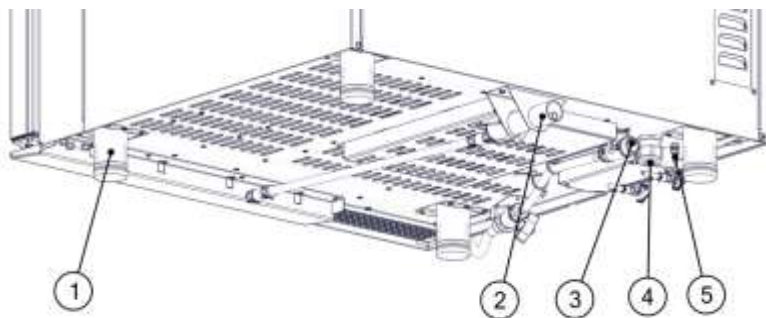

Рис.2 - Регулировка положения и подключение
- установить пароконвектомат на стол или подставку, отрегулировав высоту его опор (рис.2, поз.1). Для регулировки опор необходимо слегка приподнять пароконвектомат за край основания или наклонить, после чего поворачивать нижнюю часть опоры. Подобную операцию следует провести с каждой опорой, и повторять до достижения необходимого результата. Регулировка опор должна производиться на весу, не допускается
- Подключить к системе холодного водоснабжения. Давление воды в водопроводной системе должно быть (0,2...0,6) МПа. Концентрация хлора в воде не должна превышать 0,2 мг/л, а концентрация хлоридов не более 80 мг/л. Жесткость воды не должна превышать 7°dH (1,25 ммоль/л). Подключение к водоснабжению – G3/4 наружная резьба (рис.2, поз.3). Подключение выполнить только через водоумягчительную установку.;
- подключить Пароконвектомат к системе канализации. Рекомендуется применение канализационных фитингов DN32, которые должны подключаться к сливу (рис.2, поз.2). Так же для подключения канализации могут быть применены шланги подходящего диаметра. Подключение к канализации должно быть выполнено с разрывом струи не менее 20 мм от верха приемной воронки (с учетом требований СНиП 2.04. 01-85 п. 17.11)